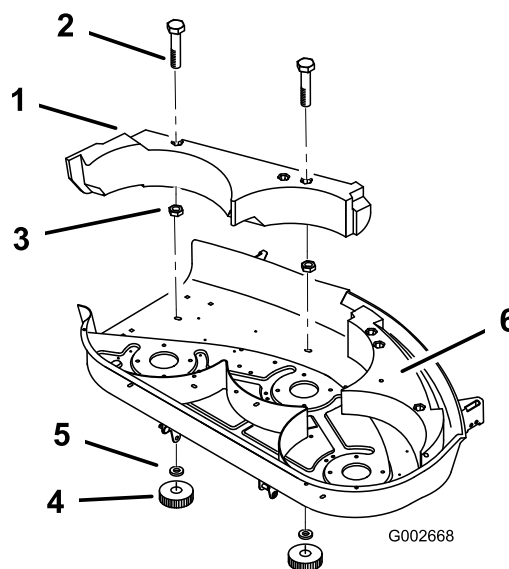

Figure 18
2. Retirez les boutons et les rondelles bombées du déflecteur droit (Figure 18).
4. Montez le déflecteur droit sur la tondeuse à l'aide des boutons et rondelles bombées (Figure 18) retirés à l'étape 2.